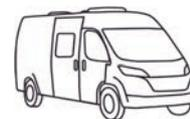

Fig. 118 Inodoro
La taza del inodoro se podrá girar a la posición deseada. Para ello, agarrar la parte superior (Fig. 118,2) del inodoro con ambas manos y girarla.
La unidad de mando con el botón del inodoro (Fig. 118,1) está instalado cerca de la taza del inodoro.
El color del indicador de nivel de llenado (Fig. 118,4) cambiará de color verde a rojo cuando se debe vaciar el depósito de aguas fecales.
- Antes del lavado, abrir la corredera del inodoro. Para ello, empujar la palanca de corredera (Fig. 118,3) en sentido contrario a las agujas del reloj.
- Para lavar, pulsar el botón del inodoro azul (Fig. 118,1).